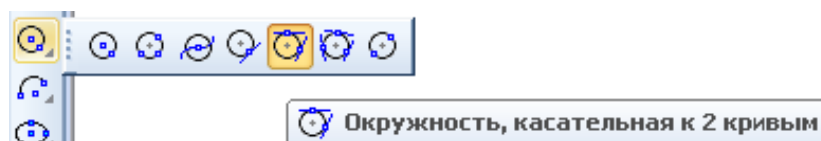

Рис. 7.11. Панель Геометрия с панелью расширенных команд окружности
- Нажмите кнопку **Окружность**, касательная к 2 кривым на выпадающей панели расширенных команд окружности, рис. 7.11.